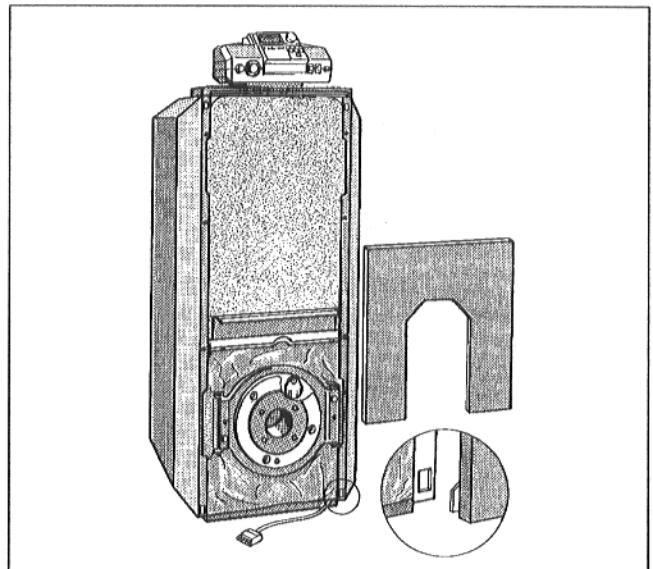

Fig. 27
- Agganciare il pannello anteriore inferiore con entrambi i ganci nella scanalatura della piegatura del pannello laterale in basso a destra e a sinistra e in alto, alla traversa (Fig. 27).